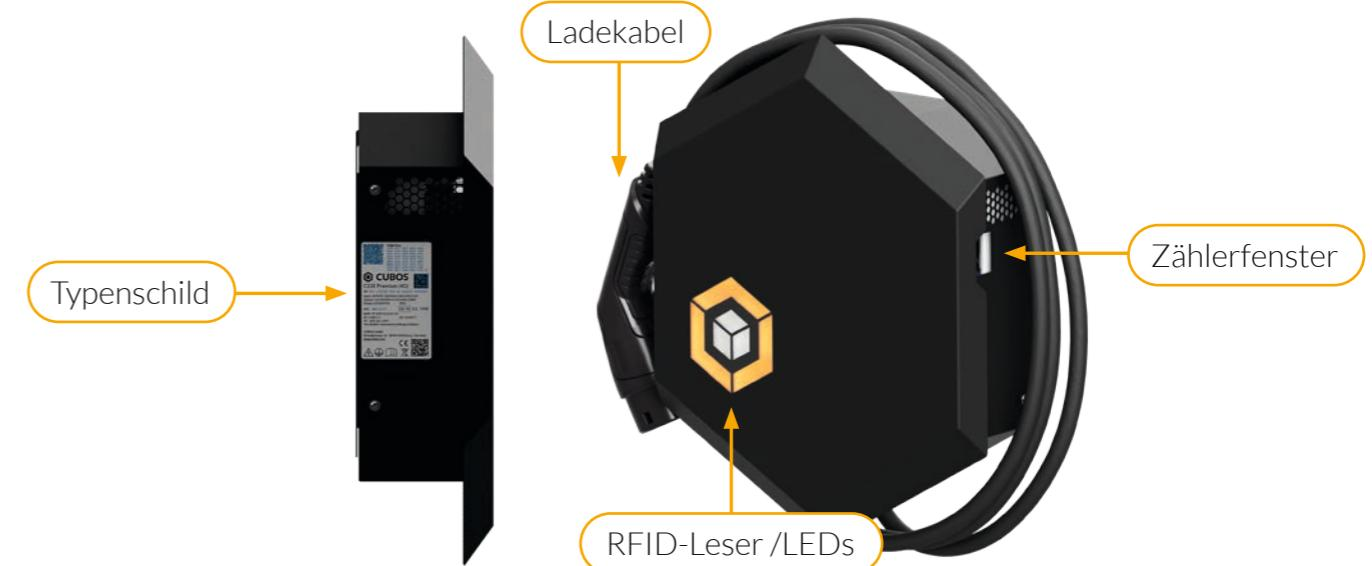

Abbildung 17: C22E Bedienelemente
Das Typenschild befindet sich auf der linken Seite der Wallbox. Das Zählerfenster ist auf der rechten Seite der Wallbox, siehe Abbildung 17.
Die C22E-Wallbox ist mit einem Ladekabel mit Typ-2-Stecker ausgestattet, so dass Sie kein zusätzliches Ladekabel für das Aufladen eines Fahrzeugs benötigen, siehe Abbildung 17.
- Um den Ladevorgang an der Wallbox zu autorisieren, halten Sie die RFID-Karte vor den RFID-Leser, siehe Abbildung 17 im Abschnitt „**Bedienelemente**“.
- Wickeln Sie das Kabel um die Wallbox, siehe Abbildung 17 im Abschnitt „**Bedienelemente**“.